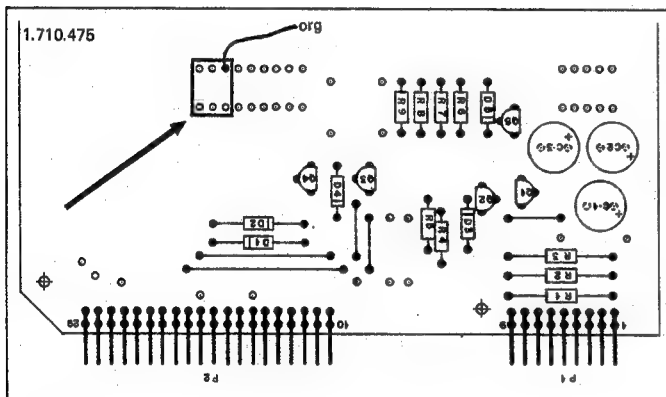

Fig.3.6
- Sur la platine AUDIO LOGIC CONTROL 1.710.475, souder la réglette mâle tripolaire (fig. 3.6).